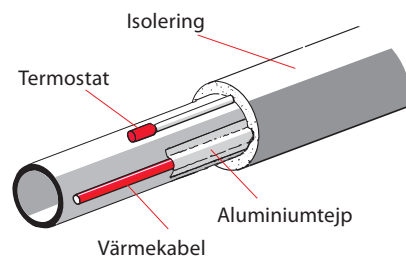

Bild 7
1. En eller flera kablar leds i en rät linje längs rörets sida, se bild 7 och 8.